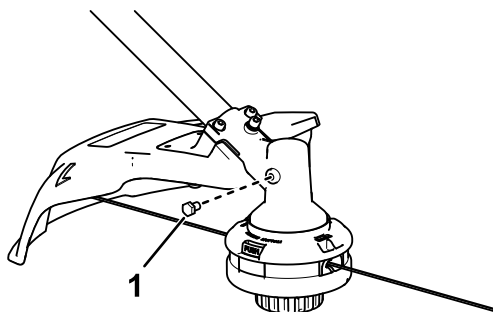

Figura 13
3. Retire el tapón del lateral de la desbrozadora (Figura 13).